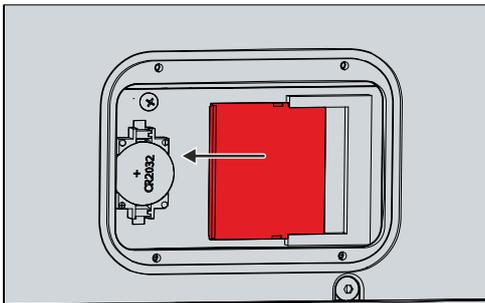

Abb. 14: CP77xx_Austausch CFast
1. Ziehen Sie die CFast vorsichtig aus den Führungen heraus (siehe Abb. 14).